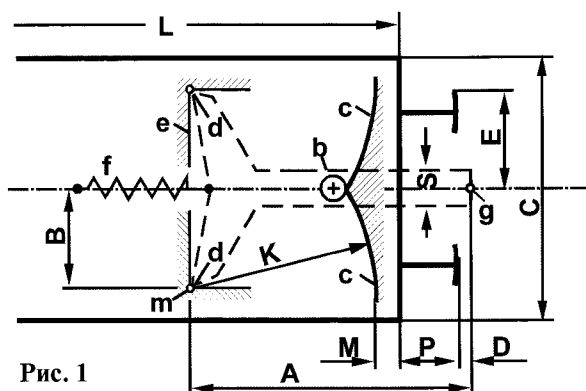
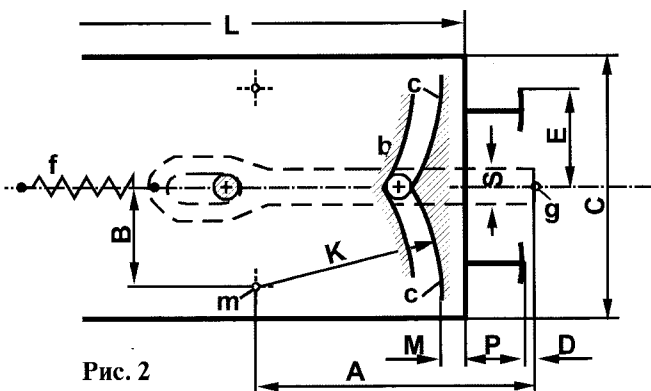

Рис. 1
Рис. 2
Рисунки 1 и 2 показывают два возможных варианта исполнения. Передача усилий от подвижного состава осуществляется при обоих исполнениях через штырь **b**, прикрепленный к стержню сцепки, и кулисный механизм **c**. Силы давления передаются при по рис. 1 (Т-образный стержень) одним из двух упоров **d** по площадке **e**. При выполнении по рис. 2 упор **b** опирается на внутренний кулисный край **e**. Пружина **f** служит только для возврата в среднее положение.
**A** = Расстояние от средней точки **m** кулисной направляющей (также точки подпорки **d** по рис.1) от симметричной точки **g** головки сцепки.